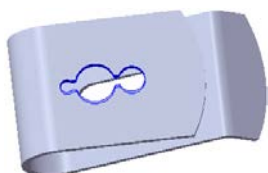
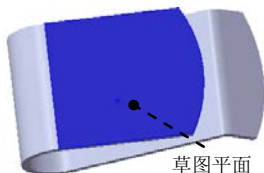

图 7.25 切除—拉伸 2
图 7.26 草图平面
(3) 定义切除深度属性。在“切除—拉伸”对话框的**方向1**区域的下拉列表中选择**成形到下一面**选项, 选中☒ **正交切除(N)**复选框。其他选择默认设置值。
(4) 单击按钮, 完成切除—拉伸 1 的创建。
Step6. 创建图 7.25 所示的切除—拉伸 2。
(1) 选择命令。选择下拉菜单**插入(I)** → **切除(C)** → **拉伸(E)...**命令。
(2) 定义特征的横断面草图。
① 定义草图平面。选取图 7.26 所示的模型表面作为草图平面。